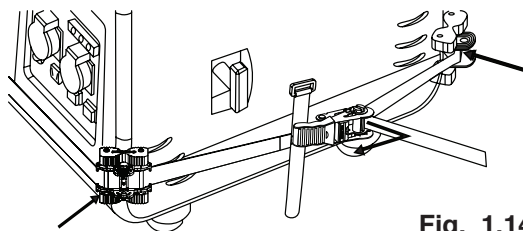

Fig. 1.14
- l. Une fois que les renforts angulaires sont à l'emplacement souhaité, ouvrez et fermez la poignée à cliquet 1 ou 2 fois pour commencer à serrer le système (Fig. 1.14). **Ne serrez pas trop le système au point de ne pouvoir effectuer aucun ajustement au placement des renforts d'angle.**